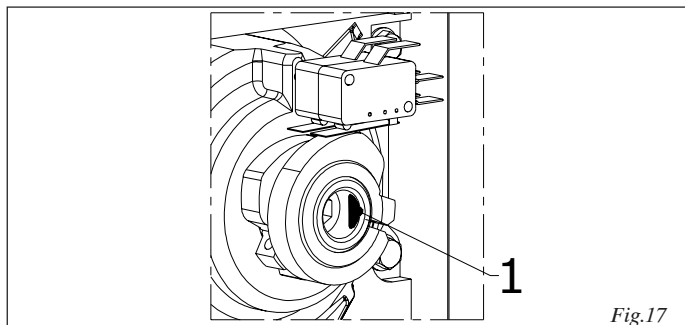

Fig.17
**Der mechanische Anschlag besteht aus einem Spannstift (Abb. 17 Bez.1), der nicht überschritten werden soll, um den Betrieb der Entriegelungsvorrichtung nicht zu beeinträchtigen.**
La butée mécanique est constituée par un goujon élastique (fig.17 réf.1) qu'il ne faut pas dépasser pour éviter de compromettre le fonctionnement du dispositif de déverrouillage.